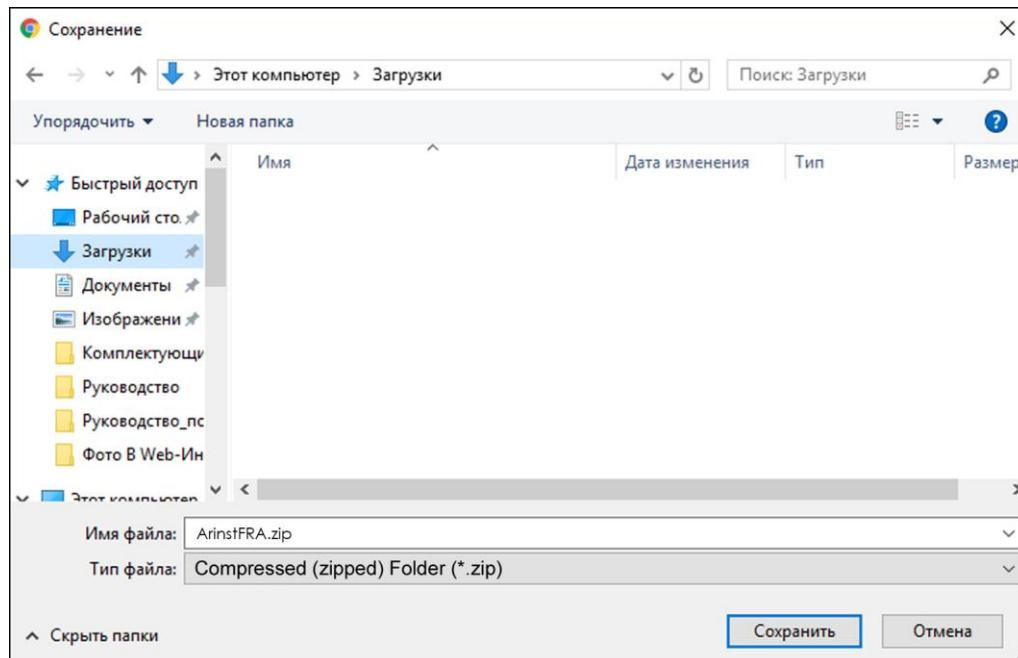

Рисунок 7.2 – Сохранение загружаемого файла
7.2. Укажите путь для загрузки архивного файла установщика и нажмите кнопку **Сохранить** (Рисунок 7.2). В нашем примере на рисунке 7.2 сохраняется архивный файл ArinstFRA в папку Загрузки.